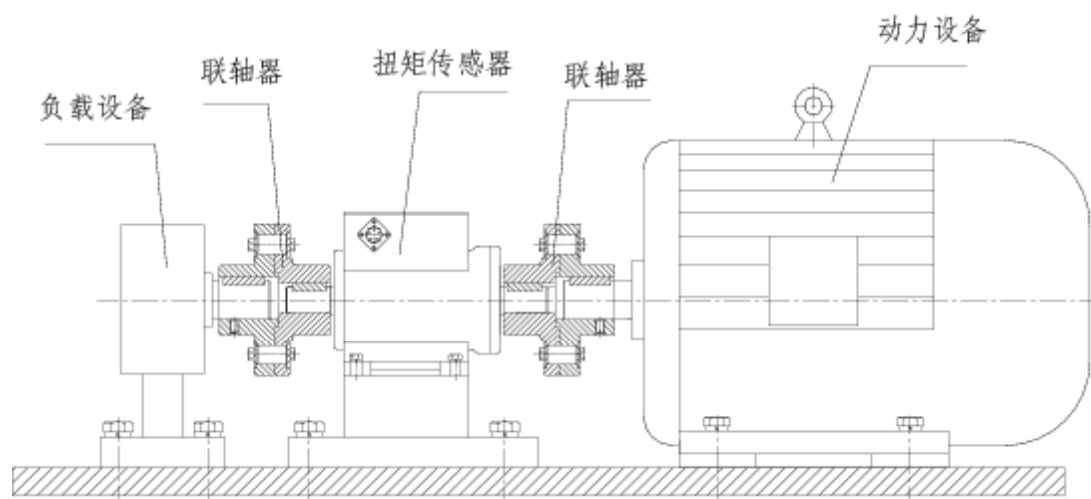

图11 扭矩传感器水平安装示意图
(1) 水平安装: 如图 11 所示:
- (1) 扭矩传感器可水平安装，也可垂直安装
- (2) 如图 11、12 所示，动力设备、传感器、负载设备应安装在稳固的基础上，以避免过大的震动，否则可能发生数据不稳，降低测量精度，甚至损坏传感器。
- (3) 采用弹性柱销联轴器或刚性联轴器连接。
- (4) 动力设备、传感器、负载设备轴线的同心度应小于 $\Phi 0.05\text{mm}$ 。